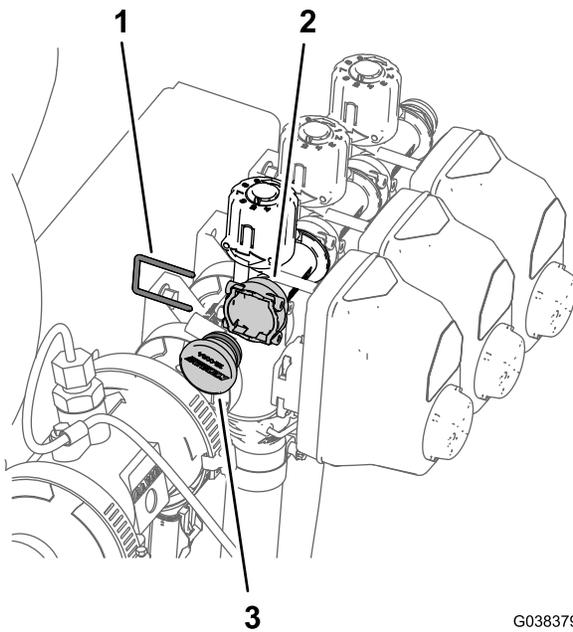

Bild 83
- Entfernen Sie den Halter, mit dem die Schraube an der Schnellkupplungsanschlussstück-Buchse des Sicherheitsventilverteilers befestigt ist (Bild 83).
- 2. Entfernen Sie die Schraube aus der Schnellkupplungsanschlussstück-Buchse (Bild 83).